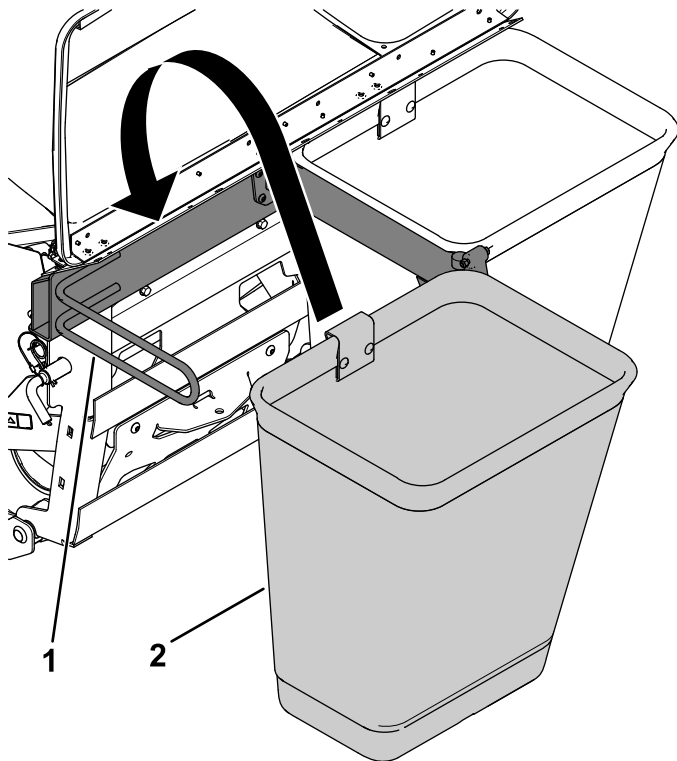

Figura 13
1. Engate o saco na estrutura do depósito de recolha (Figura 13).